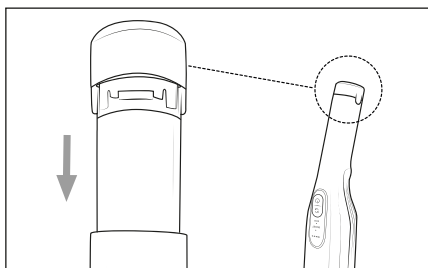

Fig. 3
- 3) Indsæt batteriet **1** i produktet, indtil det klikker på plads, så det kan høres (se fig. 3).